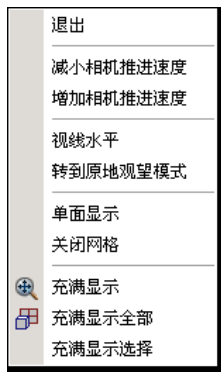

图 3-7 旋转视图右键菜单
3. 点击鼠标右键, 弹出右键菜单, 如图 3-7 所示。可在旋转视图过程中综合其它显示变换方式。“视线水平”会将视线变成平视状态, “转到原地观望模式”可将旋转轴固定在观察点, 其效果相当于观察者站立某一点上向四周观察。